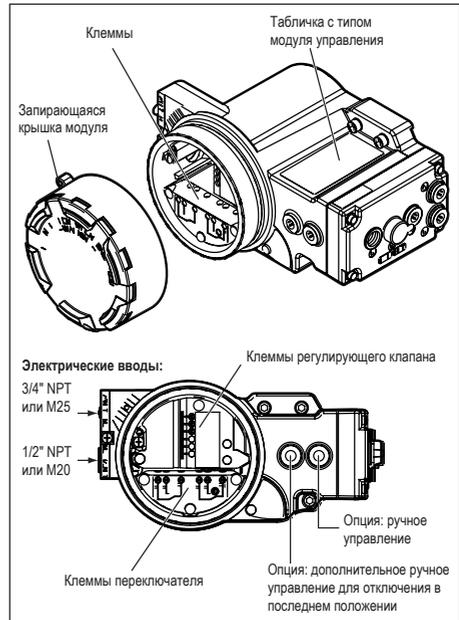

Рис. 4.1 Подключение клемм под крышкой.
2. Снимите крышку модуля управления (см. рис. 4.1).
5. Установите крышку модуля управления на корпус (см. рис. 4.1) или перейдите к главе 5. Следите за тем, чтобы уплотнение крышки было на месте для обеспечения пыле- и водонепроницаемости в соответствии с IP66 или NEMA4X.